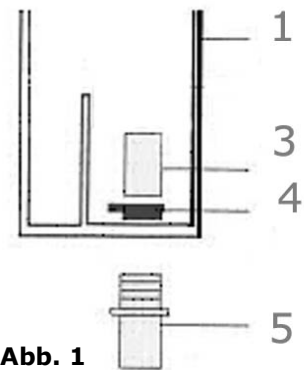

Abb. 1
1. Schrauben Sie die Tankverschraubung in die Öffnung im Überlaufkasten (s. Abb. 1).